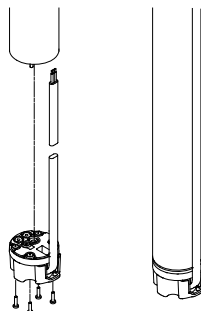

Fig. 8
4. Pousser la fiche de câble sur la prise du moteur. Il est impossible de ne pas installer la fiche de câble correctement, voir fig. 8.
5. Monter et serrer les quatre vis (1 - 1,5 Nm), voir fig. 8.